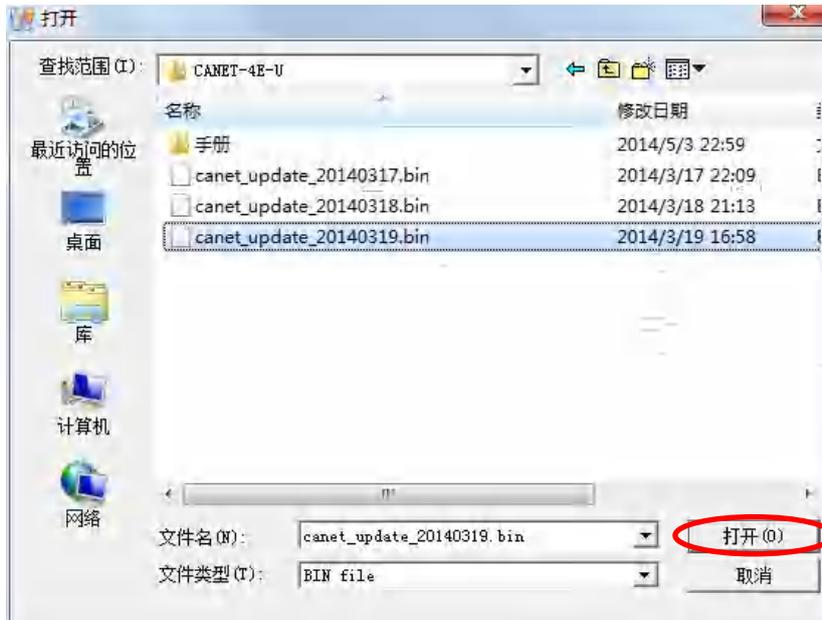

图 5.18 固件升级界面
2. 单击菜单中的【升级固件】，出现如图 5.18 所示的固件升级界面，填入密码（默认是 88888），然后选中升级文件，单击“打开”按钮。